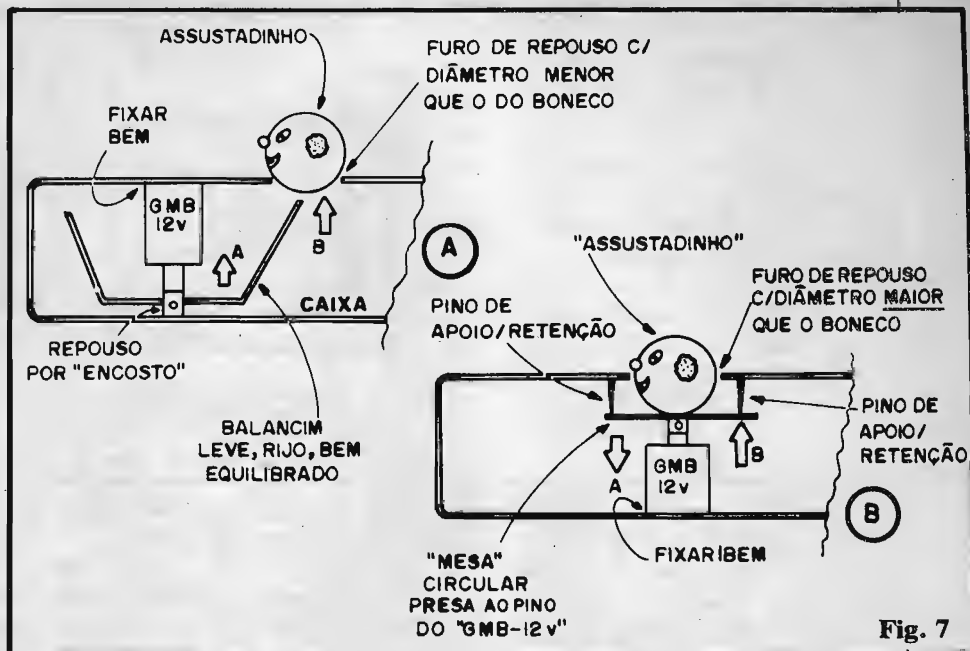

Fig. 7
- **FIG. 7-A** - Outro sistema mecânico de fácil realização, capaz de "chutar o ASSUSTADINHO" para cima, ao acionamento do solenóide. Nesse método o GMB-12V atua "de cabeça pra baixo", tendo uma espécie de balancim leve, rijo e bem equilibrado, fixado à extremidade do pino/cursor. Observe novamente o sistema de fixação e de repouso por "encosto" atribuídos ao solenóide
- **FIG. 7-B** - Mais uma sugestão (que não esgota, contudo, as possibilidades...) para implementação mecânica do conjunto. Agora o solenóide age, de forma direta, e "para cima"... Uma pequena (sempre leve e rija...) "mesa" circular é afixada perpendicularmente ao pino/cursor. Três ou quatro pinos ou parafusos podem "travar" a excursão para cima, do conjunto "mesa"/pino. Observe que, no sistema, o furo de repouso para o bonequinho deve ter um diâmetro suficiente para que o ASSUSTADINHO "entre" no dito orifício, restando sobre a pró-
- **FIG. 7** - Usando o DEMP. É só uma questão de “esfregar”... Isso mesmo! Conforme ilustra a figura, basta ligar o DEMP, colocar a extremidade “feltrada” do “carretel”/sensor sobre a lataria do veículo e ir deslizando o conjunto, “varrendo” toda a superfície do carro... Qualquer irregularidade será prontamente acusada pelo DEMP, através de um nítido aumento na frequência do sinal de áudio! É certo que existem muitos pontos onde, naturalmente, existe um “gap”, ou uma zona de “não metal”, nas junções dos módulos da lataria e essas coisas... O DEMP acusará também quando da passagem sobre tais áreas... Entretanto, o que “vale” mesmo é - por exemplo - a pesquisa de para-lamas, base de portas, laterais baixas da lataria, etc., pontos que “tradicionalmente” oxidam, ou que sofrem batidas ou cortes, depois “recompostos” com massa plástica, lixada e pintada para “disfarçar”. É justamente aí que o DEMP vai, literalmente, “dar o apito”, advertindo sobre a ausência do metal onde ele **deveria** estar. Observem que o DEMP é **muito** sensível, porém o seu campo de atuação e sensoreamento é naturalmente **curto**, mesmo porque não são necessários mais do que alguns poucos centímetros de “profundidade” para se detectar a “maracutaia” realizada na lataria! Notem ainda que a sugestão da camada de feltro na base do “carretel”/sensor tem duas funções válidas: proteger o próprio sensor e também não arranhar a pintura do veículo durante a verificação... Finalmente, para quem “duvida” da sensibilidade e segurança da atuação do DEMP, é só fazer um teste “a descoberto”: uma chapa metálica relativamente grande e uniforme, dotada de um único furo, este com diâmetro não maior do que **1 centímetro**, poderá ser usada como “cobaia”... É passar o DEMP sobre toda a placa, incluindo no “percurso” uma passagem sobre o tal furinho... Verifiquem! Como último conselho, é lógico que a operação de varredura deve ser feita com relativa lentidão... Se Você passar o DEMP feito um “foguetinho” sobre a lata-